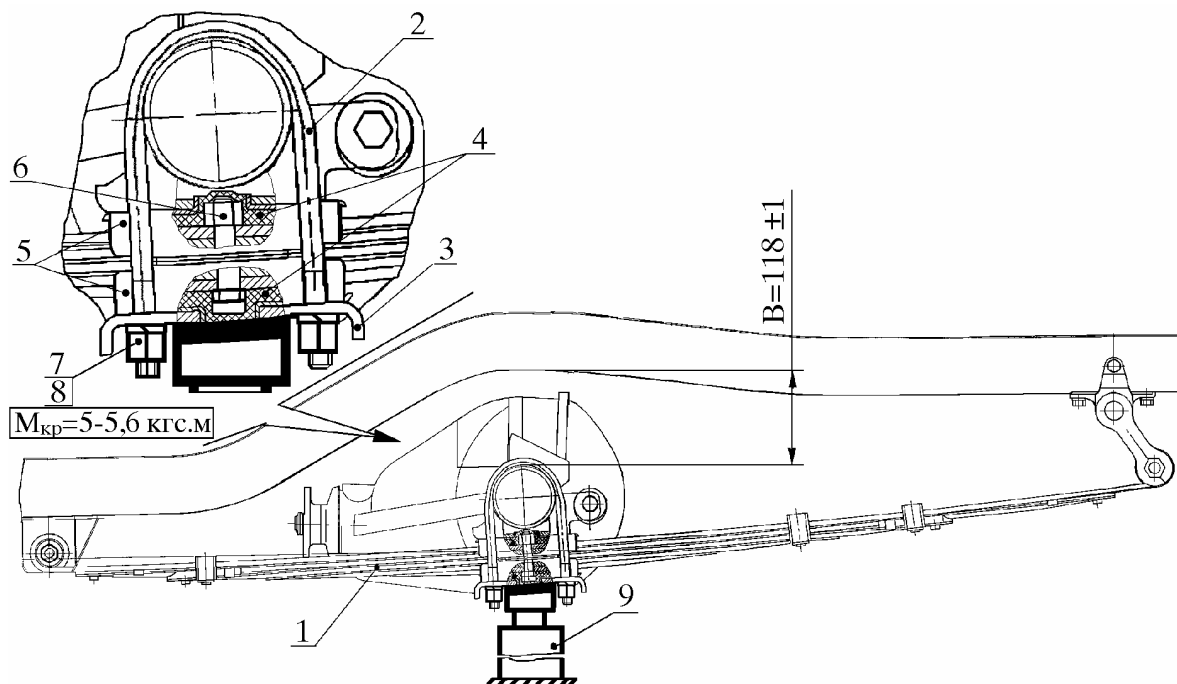

Рис. 14. Установка стремянок задней рессоры на автомобиль:
6.4.5. Установить две подставки 9 под задний мост, как показано на рис. 14.